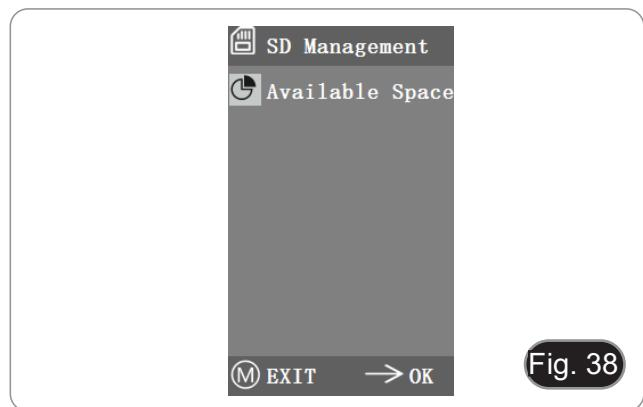

Fig. 38
1. Dopo aver inserito la scheda SD, lo spazio rimanente e lo spazio totale della scheda SD possono essere visti in "Available Space". (Fig. 38)